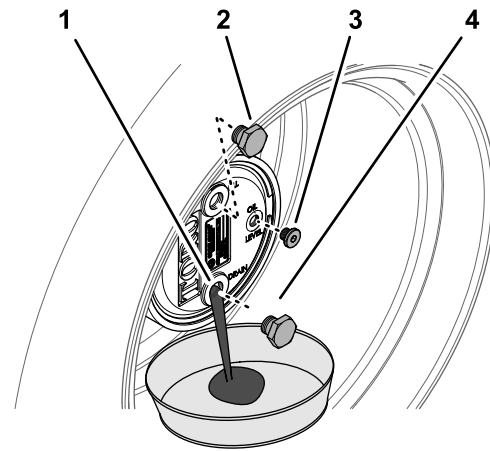

Bild 139
3. Stellen Sie eine Auffangwanne unter die Nabe des Planetengetriebes, entfernen Sie die Ablassschraube, die auf 6 Uhr steht, und lassen das Öl vollständig ablaufen (Bild 139).
5. Setzen Sie die Ablassschraube in das Ablassloch des Planetengetriebegehäuses ein (Bild 139).
2. Entfernen Sie die Füllschraube, die auf 12 Uhr steht, und die Prüfschraube, die auf 3 Uhr steht (Bild 139).